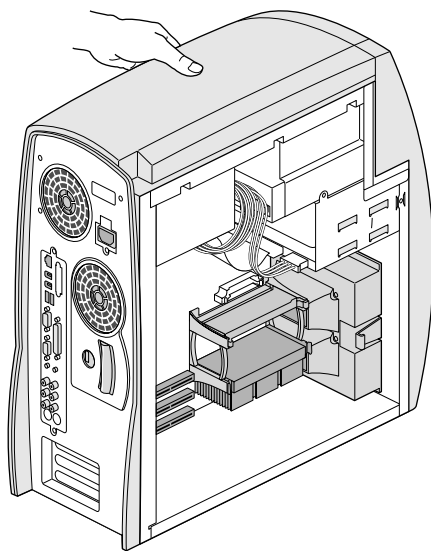

图 3-3 用手保持系统静止
6. 安装 DIMM 时，将一只手放在工作站顶部，使得在安装 DIMM 时工作站保持静止。如图 3-3 所示。